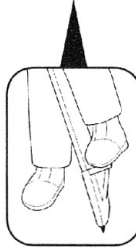

図2
4. 球面脚頭の場合は、定芯棒を少しゆるめ底板を両手で保持しながら脚頭上をスライドさせ、円型気泡管の○の中に気泡●を導きます。(図2)